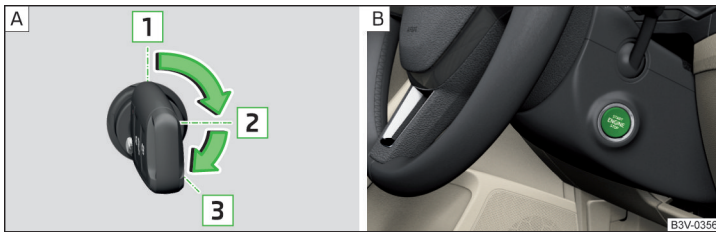

Abb. 255 Positionen des Fahrzeugschlüssels im Zündschloss / Starterknopf
Positionen des Fahrzeugschlüssels im Zündschloss » Abb. 255 - **A**
› Den Knopf drücken » Abb. 255 - **B**, die Zündung wird ein-/ausgeschaltet.
- › Bei Fahrzeugen mit **Zündschloss** den Schlüssel in die Position **3** drehen » Abb. 255 auf Seite 221 - **A**, es erfolgt der Startvorgang. Dann den Schlüssel loslassen, der Motor springt automatisch an.
- › Bei Fahrzeugen mit **Starterknopf** den Knopf kurz drücken » Abb. 255 auf Seite 221 - **B**, der Motor springt automatisch an.
- › Bei Fahrzeugen mit **Zündschloss** den Schlüssel in die Position **1** drehen » Abb. 255 auf Seite 221 - **A**.
- › Bei Fahrzeugen mit **Starterknopf** den Knopf drücken » Abb. 255 auf Seite 221 - **B**, der Motor und die Zündung werden gleichzeitig ausgeschaltet.
› Den Knopf gedrückt halten » Abb. 255 auf Seite 221 -  oder zweimal innerhalb von 1 Sekunde drücken.